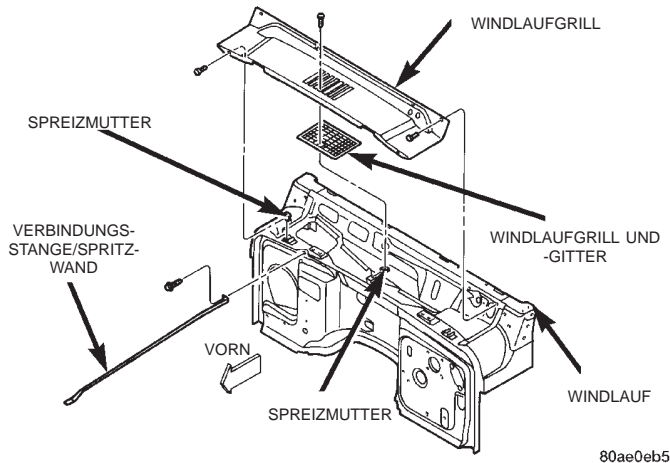

Abb. 5 Windlaufgrill und -gitter
(1) Motorhaube öffnen und die Befestigungsschrauben lösen, mit denen Windlaufgrill und -gitter am Windlauf befestigt sind (Abb. 5).
(2) Windlaufgrill und -gitter vom Windlauf abbauen.